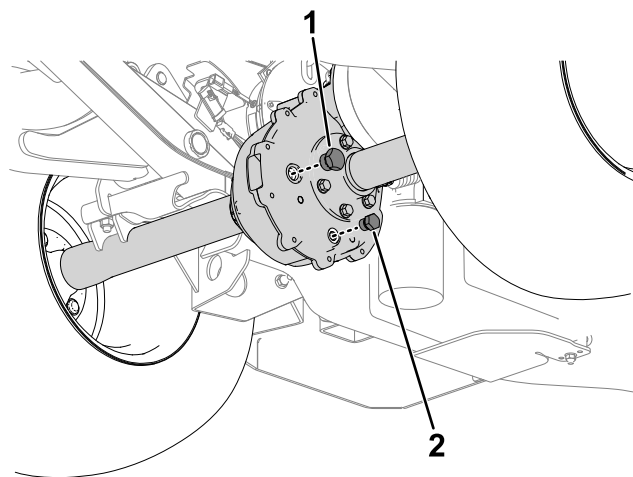

Figure 52
2. Retirez le bouchon de remplissage (Figure 52).
3. Retirez le bouchon de vidange (Figure 52) pour permettre à tout le liquide de s'écouler.